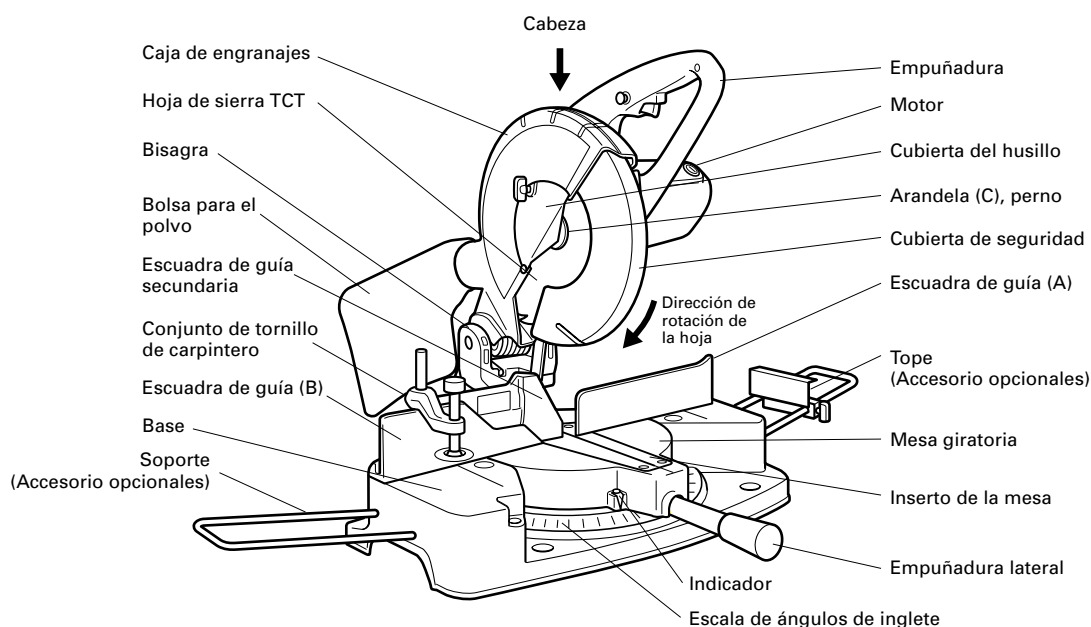

Fig. 1
Cuando la herramienta eléctrica esté preparada para transportarse, sus partes principales estarán aseguradas mediante el pasador de bloqueo. Mueva ligeramente la empuñadura (consulte la Fig. 1) de forma que el pasador de bloqueo pueda desengancharse.
**NOTA:** Si baja ligeramente la empuñadura (consulte la Fig. 1), podrá desenganchar el pasador de bloqueo de forma más fácil y segura.
Instale la bolsa para el polvo, el sujetador y los tornillos de carpintero tal como se indica en la Fig. 1.
Esta herramienta mecánica está equipada con una escuadra de guía secundaria. (Véase Fig. 1)